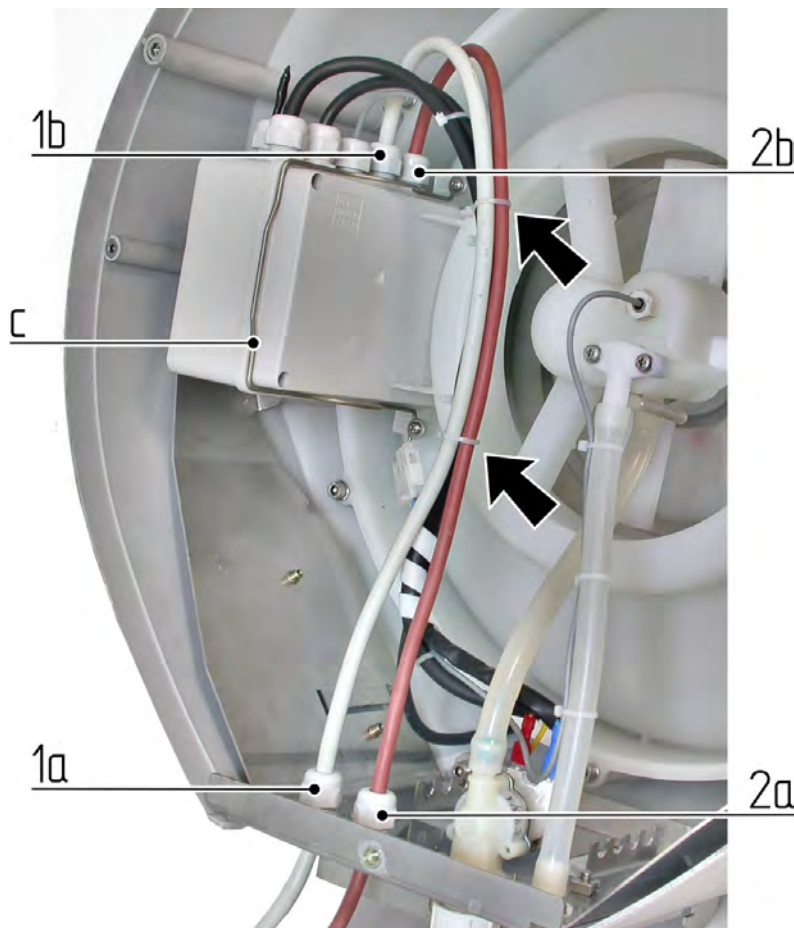

Fig. 15
En se référant à la Fig. 15:
Une fois l'installation terminée, l'intérieur de la machine doit se présenter comme sur la Fig. 15.
- S'assurer que tous les câbles sont positionnés correctement à l'intérieur de la machine, comme indiqué sur la Fig. 15.